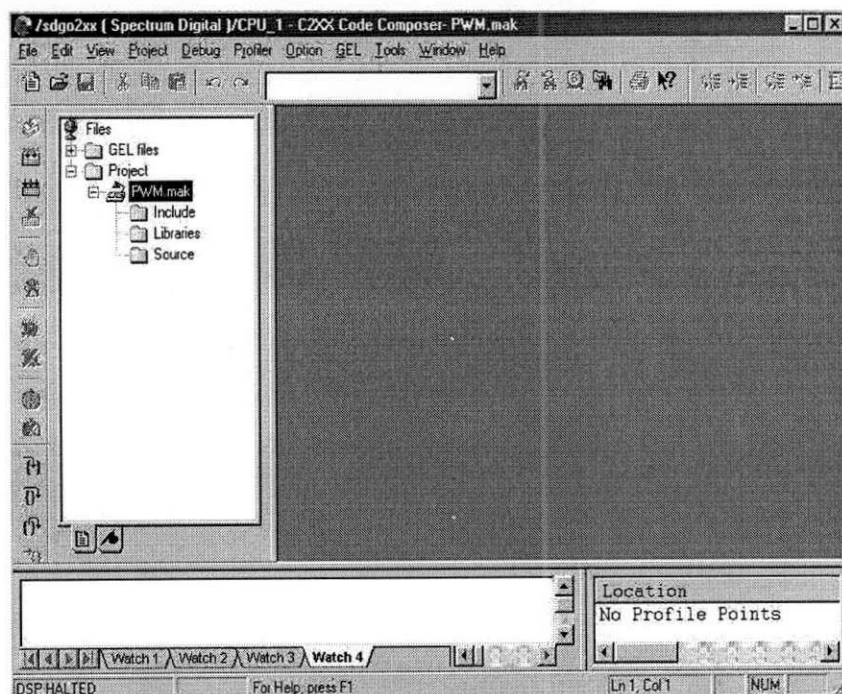

Figura 14.2: Tela do ambiente *Code Composer* com janela dos arquivos do projeto.
1. **Criar um projeto:** *Project* ⇒ *New*. Dê um nome ao seu projeto e o salve em uma pasta com seus projetos. Por exemplo, PWM.mak. O arquivo do projeto deverá ter a extensão .mak. Quando o projeto for criado, aparecerá na janela de arquivos várias pastas (*include*, *libraries* e *source*). Na figura 14.2 está ilustrado a janela com os arquivos do projeto.